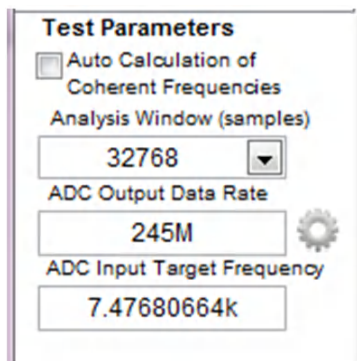

图 3-30. 测试参数
**ADC Sampling Rate** - 器件的实际 ADC 采样率。图 3-30 中显示的“ADC Output Data Rate”值将为 (Actual ADC Sampling Rate / Decimation)。